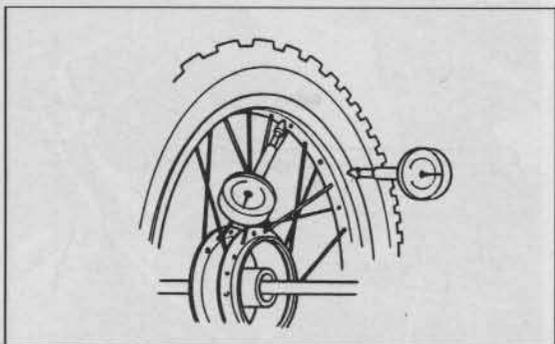

Bild 188
-  Verschmierte Bremsscheiben mit hoch-wertigem Entfettungsmittel reinigen. Stärke der Bremsscheiben mit Mikrometer messen (Ver-schleissgrenze vorne: 4,0 mm; hinten: 4,5 mm; Bild 188). Verzug an ausgebauter Bremsscheibe